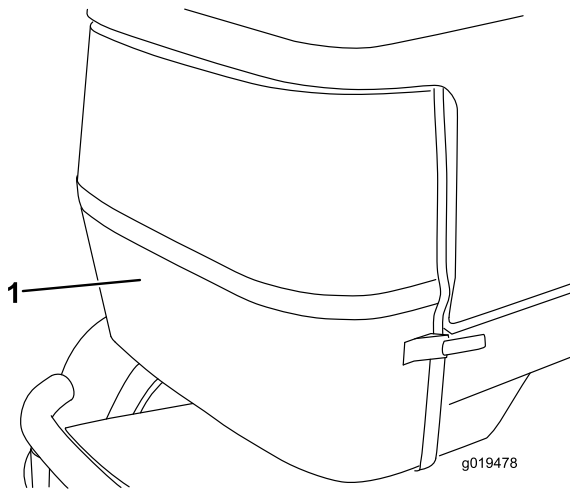

Figura 66
5. Sbloccate la griglia posteriore e toglietela (Figura 66).